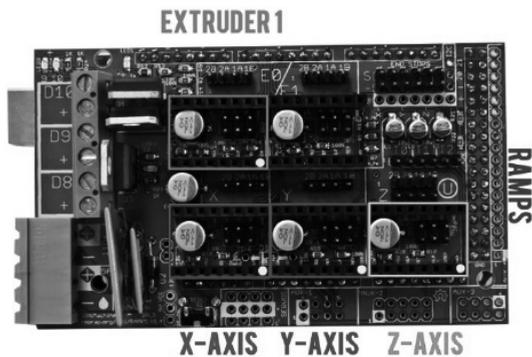

图 3-68 RAMPS 的位置
- (1) 将 RAMPS 开发板安装至 Atmega 2560 上。
- (2) 各控制部件在 RAMPS 上的对应位置如图 3-68 所示。